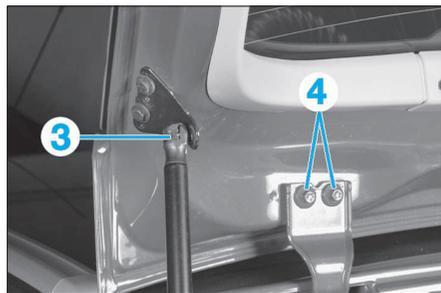

FIG. 70
- le connecteur (2).
- Décliper les vérins (3) (Fig.70) des 2 côtés.